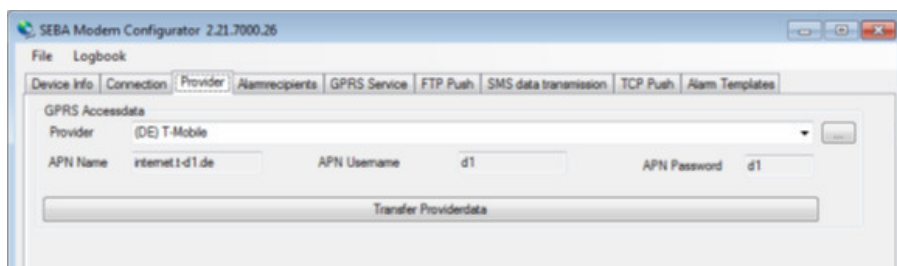

FIGURA 10. PESTAÑA “PROVIDER”.
8. Seleccione la pestaña “Provider” (Figura 10).